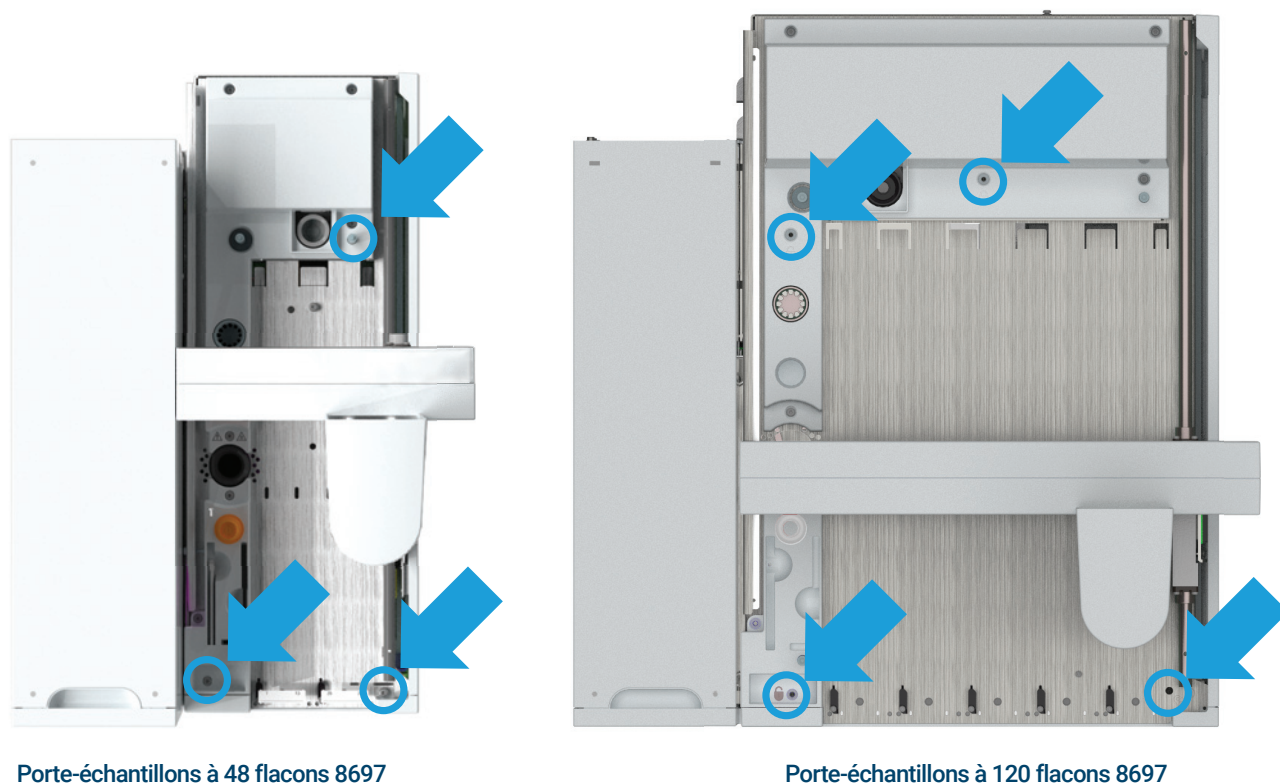

Figure 10. Desserer les trois vis retenues
- 7 Desserrez les vis qui fixent le porte-échantillons au bâti. (**Figure 10**)